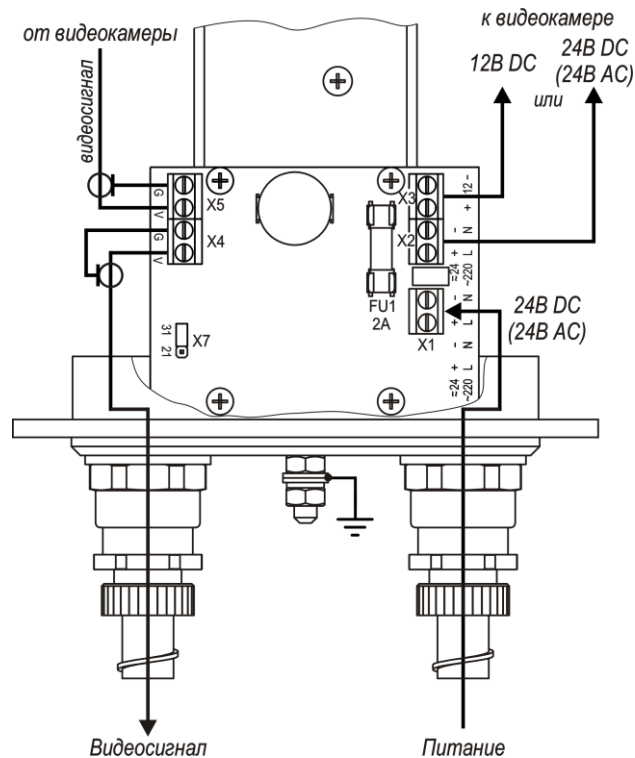

Рис.2 Подключение ТГБ-8Г Ех-24/12(24); ~24/12(~24)
4. Подсоединить видеокамеру к контактам платы коммутации в соответствии со схемой подключения (рис.2, 3 или 4).
5. Ввести через гермовводы внешние кабели (кабель видео и кабель питания) и подключить их к плате коммутации (рис.2 или 3).